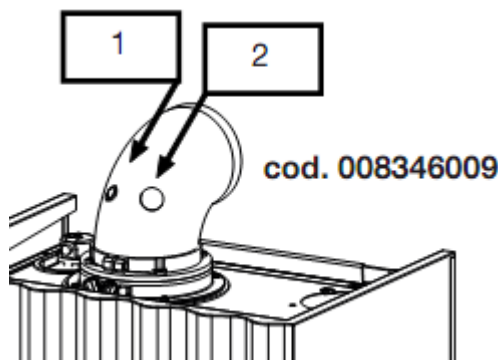

Рис. 13
- измерение воздуха для горения, отобранного в соответствующем отверстии 1 (рис. 13 и 14).
- измерение температуры газов и CO₂ в соответствующем отверстии 2 (рис. 13 и 14).